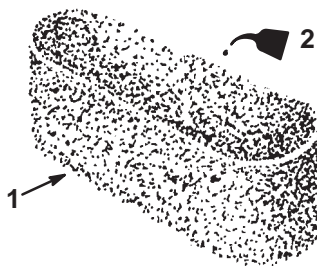

Bild 36
- C. Tränken Sie den Einsatz mit Motoröl (Bild 36). Drücken Sie den Einsatz in einem sauberen, saugfähigen Lappen aus, um überflüssiges Öl zu entfernen.